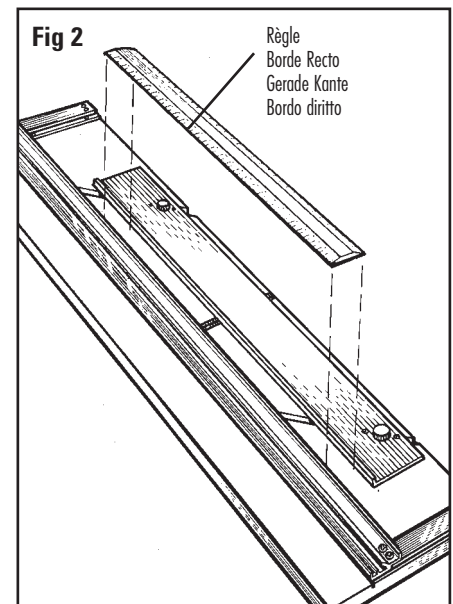

Fig 2
3. Placez une règle entre le guide de passe-partout et le rail de guidage. **Fig. 2**
3. Positionieren Sie ein Metalllineal oder eine gerade Kante zwischen der Passepartout-Führung und die Führungsschiene. **Abb. 2**
3. Coloque una regla o borde recto entre la Guía de la Lámina Perimétrica y el Carril Guía. **Fig. 2**
3. Posizionare un righello o un bordo diritto tra la guida del passepartout e la rotaia di guida. **Fig. 2**